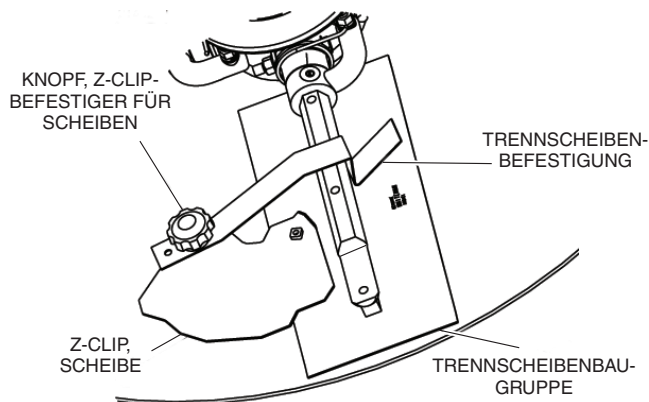

Abbildung 43. Einbau der Z-Clip-Glattscheibe
Siehe Abbildung 43 bei der Installation von Scheiben auf den Finisherscheiben.
3. Befestigen Sie wie auf Abbildung 43 die Befestigungen der Trennscheiben auf der weiter entfernten Seite der Z-Clip-Klammer mit den Befestigungsknöpfen.